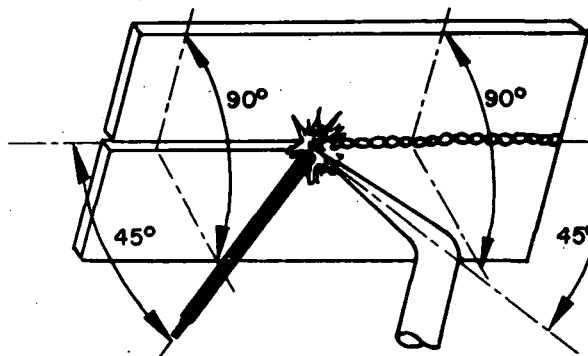

Fig. 1
- a Incline o bico e a vareta de adição (fig. 1).